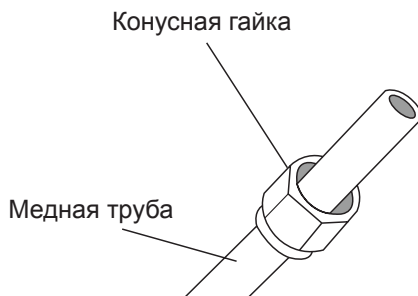

Рис. 5.3
3. Наденьте конусные гайки на оба конца трубы. Гайки должны быть ориентированы в правильном направлении, поскольку после развальцовки гайки нельзя будет надеть или изменить их ориентацию (см. рис. 5.3).